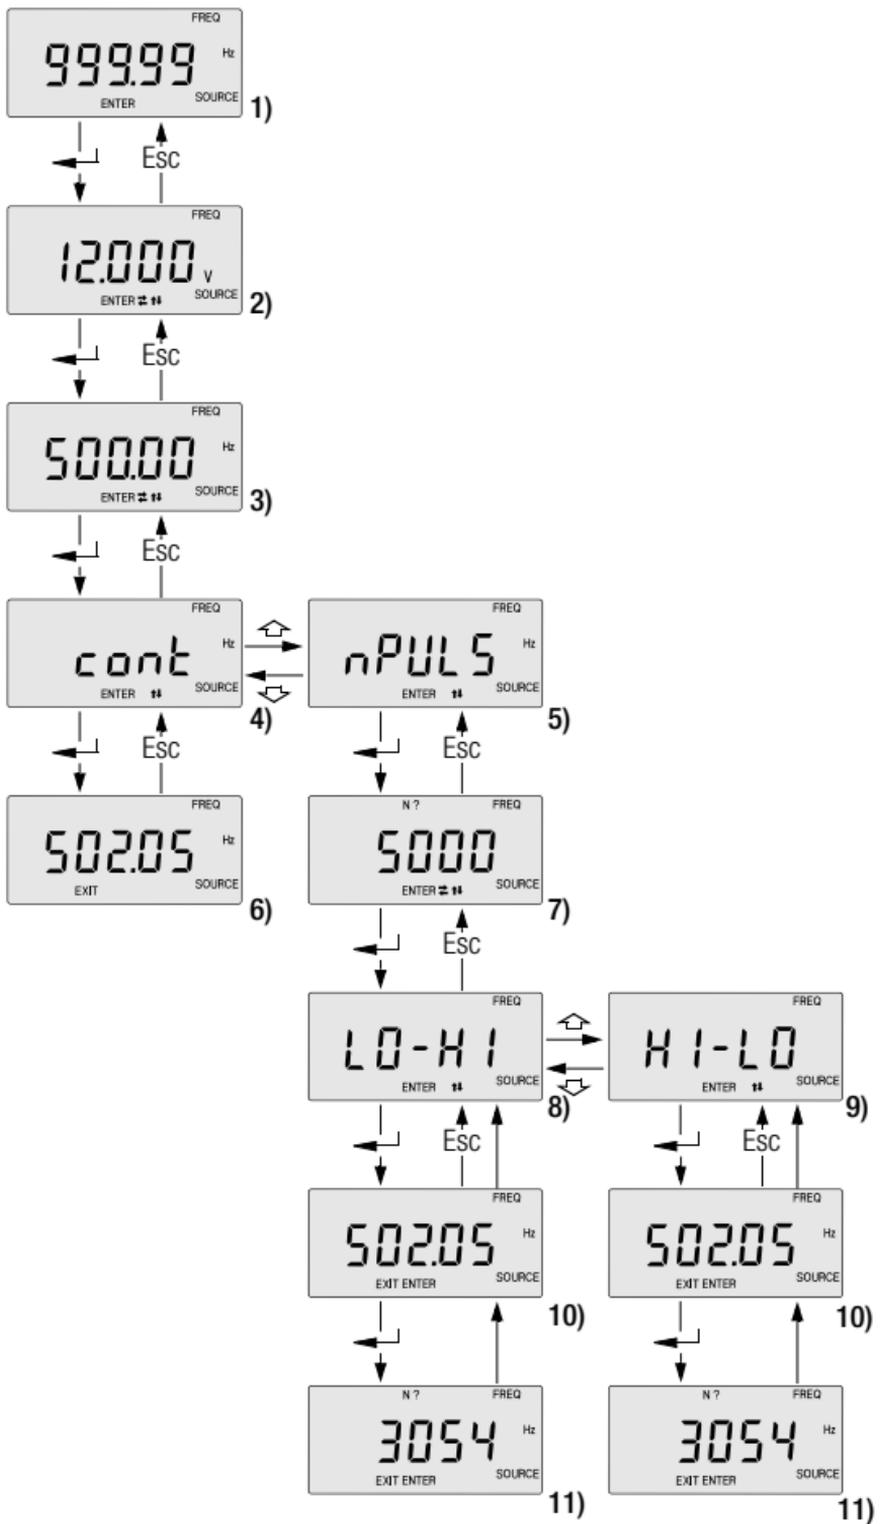

Bild 15 Menüstruktur Impulsgenerator
Bild 15 auf der nächsten Seite, zeigt die Menüstruktur, die vom Grundschemata der übrigen Basisfunktionen abweicht.
**Legende zu den einzelnen Menüpositionen in Bild 15**